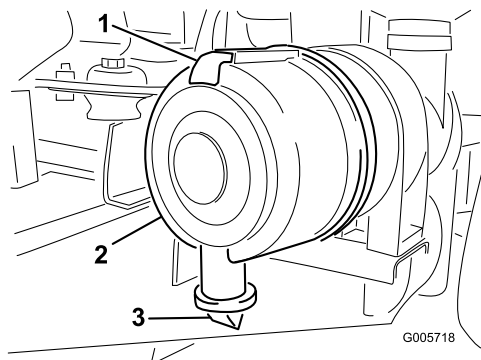

Figura 44
1. Puxe o trinco para fora e rode a cobertura do filtro de ar no sentido contrário ao dos ponteiros do relógio (Figura 44).
4. Limpe a porta de ejeção de sujidade que se encontra na tampa amovível (Figura 44). Retire a válvula de saída em borracha para fora da tampa, limpe a cavidade e volte a colocar a válvula de saída.